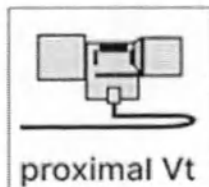

Рисунок 3.18 – Символ подключения проксимального датчика потока
- 5 При обнаружении подключения проксимального датчика потока становится активным соответствующий символ, отображаемый в поле активных процедур и функций (см. рисунок 3.18).